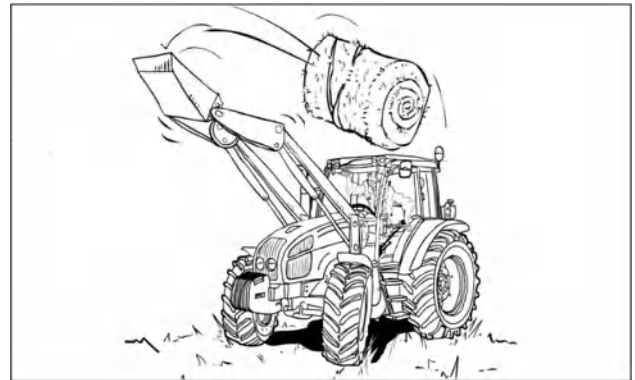

Рис. 2-41
**ОПАСНО!** Неправильная эксплуатация фронтального погрузчика и трактора, оснащенного фронтальным погрузчиком, а также работа с незакрепленными грузами или с неподходящим оборудованием создают серьезный риск для оператора и всех находящихся рядом людей из-за опасности падения предметов (рис. 2-41). [6.a]